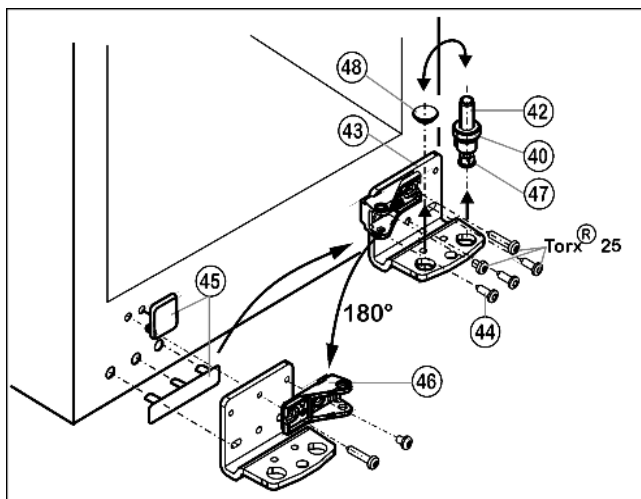

Fig. 9
- ▶ Извлеките опорный винт Fig. 9 (42) в комплекте с шайбой Fig. 9 (40) и регулируемой опорой Fig. 9 (47), вытягивая его вверх.
- ▶ Снимите пробку Fig. 9 (48).
- ▶ Открутите Fig. 9 (43) опорный кронштейн Fig. 9 (44).
- ▶ Осторожно снимите и переставьте на противоположную сторону крышки со стороны ручки Fig. 9 (45).
- ▶ Снова прикрутите нижний опорный кронштейн Fig. 9 (43) на новой стороне шарнира (с моментом 4 Нм). При необходимости используйте аккумуляторный шуруповерт.
- ▶ Открутите опорную деталь Fig. 9 (46) и снова прикрутите внутри с поворотом на 180°, закрутив длинные винты в удлиненные отверстия.
- ▶ Переставьте пробку Fig. 9 (48) в свободное отверстие.
- ▶ Вновь установите опорный винт Fig. 9 (42) с шайбой и регулируемой опорой. При этом фиксатор должен быть направлен назад.
- ▶ Установите дверцу сверху на нижний опорный палец Fig. 9 (42).
- ▶ При необходимости выровняйте дверцы через продольные пазы в нижнем опорном кронштейне Fig. 9 (43) параллельно корпусу устройства. Для этого выкрутите средний винт.